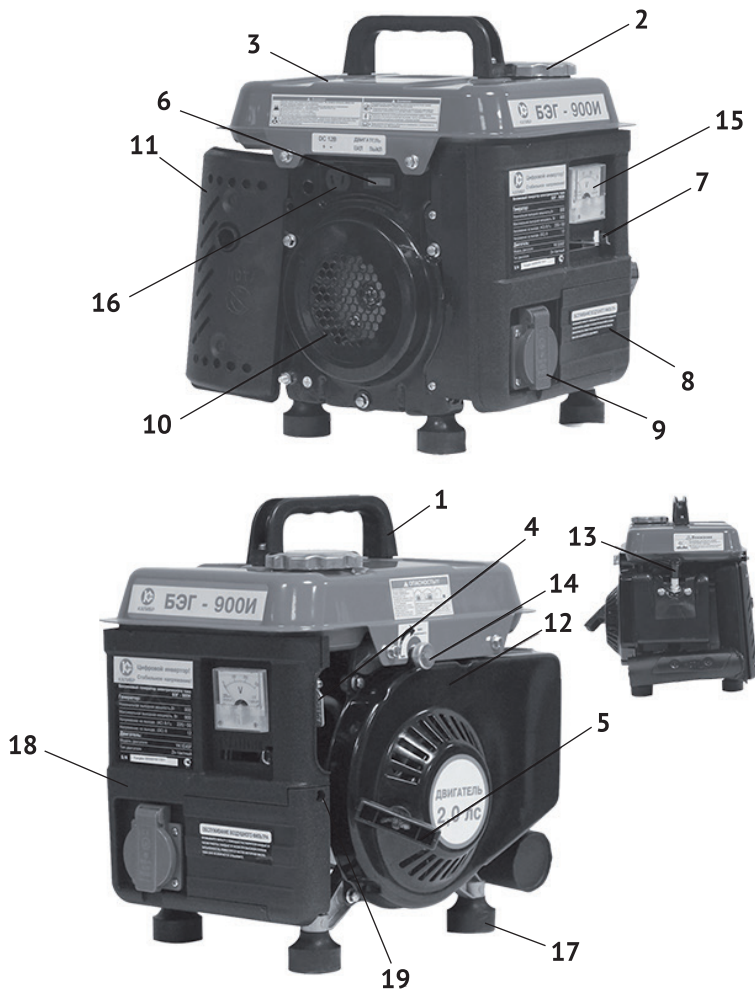

рис.1
Коленчатый вал, приводимый во вращение возвратно-поступательными движениями поршня двигателя (рис.1 поз.12), передаёт крутящий момент на вал якоря генератора. Передача осуществляется через коническое сопряжение ротора генератора и вала двигателя. При этом образуется самоцентрирующаяся трёхпорная схема соединения. С обмоток статора генератора напряжение подводится: через инверторную систему стабилизации на розетку однофазного переменного тока 220В (рис.1 поз.9), или через выпрямительный блок на розетку постоянного тока (рис.1 поз.16). Инверторный преобразователь позволяет бензогенератору выдавать энергию с максимально стабильными параметрами, что позволяет использовать его для питания чувствительных электроприборов и электроники.
2.4 Общий вид бензогенератора представлен на рис.1
3.2 Бензогенератор оснащён одноцилиндровым двухтактным двигателем внутреннего сгорания с верхним расположением клапанов и нижним расположением коленчатого вала. Верхнее расположение клапанов снижает теплонапряжённость двигателя. При этом достигается более высокая выходная мощность в меньшем рабочем объёме при эффективном сгорании топлива. Двигатель имеет карбюраторную систему питания. Пуск двигателя осуществляется ручным тросовым возвратным стартёром (рис.1 поз.5).
3.4 Основным несущим узлом бензогенератора является блок двигатель-генератор, на котором закреплены: топливный бак (рис.1 поз.3), глушитель (рис.1 поз.11) и пластиковый корпус панели управления. Воздушный фильтр размещён в нижней части корпуса панели управления (рис.1 поз.18).
Открутите крышку топливного бака (рис.1 поз.2). Заливайте топливо в бак не более чем на 1 см ниже уровня основания заливной горловины. Перед запуском двигателя тщательно протрите крышку топливного бака, удалив возможные при заправке брызги топлива.
- открыть топливный кран (рис.1 поз.4);
- перевести выключатель зажигания (рис.1 поз.6) в положение «ВКЛ»;
- перевести рычаг воздушной заслонки (рис.1 поз.7) в положение «закрыто» - (крайнее левое положение) при пуске холодного двигателя (для прогрева)
- резко, с усилием потяните рукоятку стартера (рис.1 поз.5) до упора, повторите действие ещё раз, если двигатель не завёлся.
- отключить потребителей электроэнергии от розетки (рис.1 поз.9);
- перевести выключатель зажигания (рис.1 поз.6) в положение «ВЫКЛ»;
- закрыть топливный кран (рис.1 поз.4).
Подключение нагрузки потребителя к розетке переменного тока (рис.1 поз.9) производится в следующем порядке: